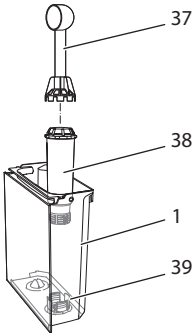

Bild 18: Skruva fast/lossa vattenfiltret
- Ta ut vattenfiltret (se Bild 18).